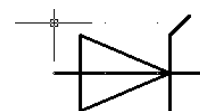

Рис. 1.4
*Далее самостоятельно нарисовать тиристор (рис. 1.4).*